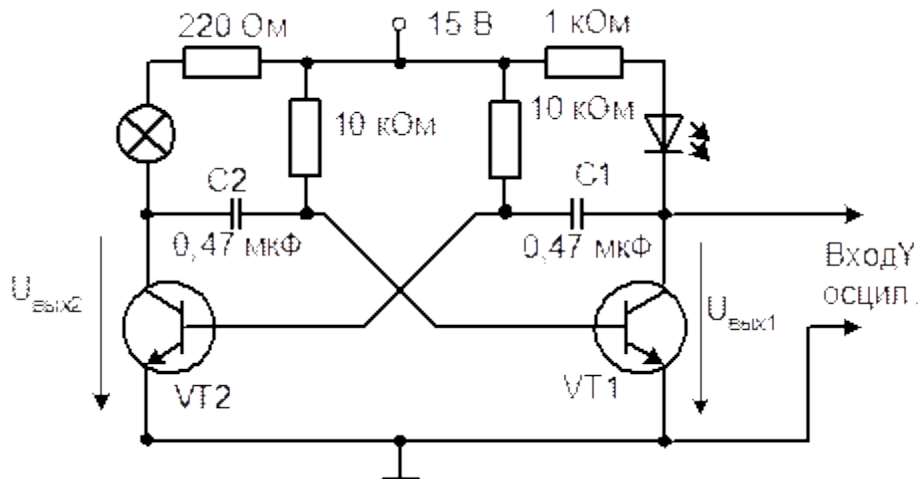

Рис. 20.4
- Соберите схему мультивибратора (рис. 20.4 и 20.5).